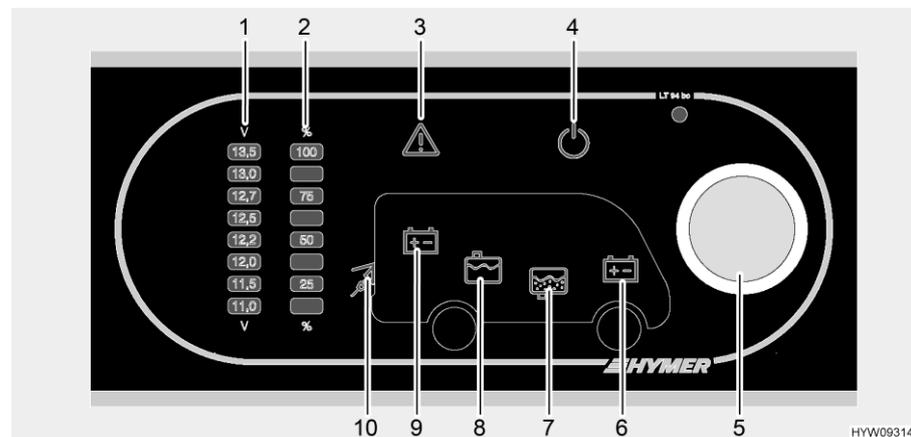

Fig. 105 Panneau de contrôle (LT 94)
Le bouton rotatif (Fig. 105,5) allume ou éteint le panneau de contrôle et l'alimentation 12 V de la cellule.
Allumer : ■ Appuyer sur le bouton rotatif (Fig. 105,5) : L'alimentation 12 V de la cellule est assurée. Le voyant de contrôle 12 V (Fig. 105,4) est allumé.
Éteindre : ■ Appuyer sur le bouton rotatif (Fig. 105,5) : L'alimentation 12 V de la cellule est coupée. Le voyant de contrôle 12 V (Fig. 105,4) s'éteint.
Le bouton rotatif (Fig. 105,5) permet de s'informer sur la tension de la batterie de cellule ainsi que sur celle de la batterie de démarrage. La tension est indiquée sur le cadran de la tension de batterie (Fig. 105,1).
Affichages : ■ Tourner le bouton rotatif (Fig. 105,5) jusqu'à ce que le symbole de la batterie dont on désire connaître la tension s'allume.
La tension de la batterie de cellule est indiquée (Fig. 105,9)
La tension de la batterie de démarrage est indiquée (Fig. 105,6)
■ Relever la tension sur le cadran de la tension de batterie (Fig. 105,1).
Le bouton rotatif (Fig. 105,5) permet de s'informer sur le niveau du réservoir d'eau ainsi que sur celui du réservoir d'eaux usées. Le niveau est indiqué sur le cadran de niveau du réservoir (Fig. 105,2).
- Tourner le bouton rotatif (Fig. 105,5) jusqu'à ce que le symbole du réservoir dont on désire connaître le niveau s'allume.
Affichage du niveau de remplissage du réservoir d'eau (Fig. 105,8)
Affichage du niveau de remplissage du réservoir d'eaux usées (Fig. 105,7)
- Relever le niveau sur le cadran de niveau du réservoir (Fig. 105,2).
Le voyant d'alerte Alarme (Fig. 105,3) clignote dès que des seuils définis sont dépassés vers le haut ou le bas.
Le voyant d'alerte Alarme (Fig. 105,3) clignote dès que la tension de la batterie n'atteint plus 11 V. Quand l'alimentation 12 V est active, le symbole de batterie correspondant (Fig. 105,6 ou 9) est de plus allumé et l'affichage "11,0" clignote sur le cadran de la tension de batterie (Fig. 105,1). Menace de décharge profonde.
Le voyant d'alerte alarme (Fig. 105,3) clignote et le symbole de réservoir correspondant (Fig. 105,7 ou 8) s'allume dès que le réservoir d'eau est vide ou celui des eaux usées plein.
Le voyant de contrôle 230 V (Fig. 105,10) s'allume si l'arrivée du bloc électrique est sous tension de réseau.